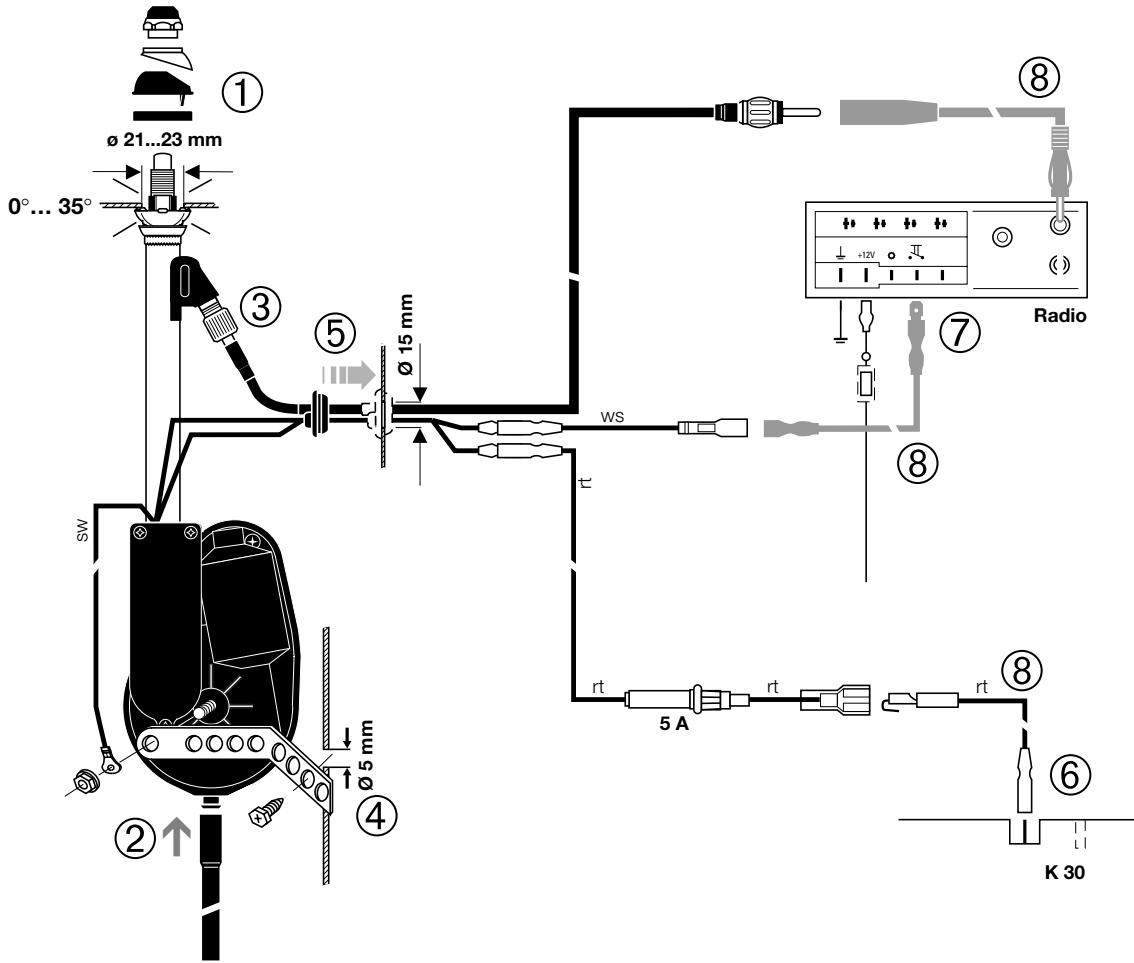

Fig.3
Für den Heckeinbau steht der Verlängerungskabelsatz HIT AUKAB 420 (Best.-Nr. 820 640-001) zur Verfügung (Fig. 3, ⑧).
Von der Antenne die oberen Antennenkopf-teile abnehmen (Fig. 3, ①). Den Kunststoffschlauch am Antriebsgehäuse aufstecken (Fig. 3, ②).
Das Antennenkabel am Antennenstutzen handfest nachziehen (Fig. 3, ③).
Die Antenne von unten in die Karosserie einsetzen. Die Wippe in der Schale auf dem Distanzring so drehen, daß sie rund um die Bohrung anliegt (Fig. 3, ①).
Die Halbkugel mit der Dichtunterlage von oben durch die Bohrung einführen und in die auf der Unterseite anliegende Wippe einfügen (Fig. 3, ①).
Die Halbschale und die Mutter aufsetzen. Die Mutter leicht anziehen (Fig. 3, ①).
Den Haltebügel entsprechend biegen, am Antriebsgehäuse festschrauben und mit der Blechschraube an der inneren Karosserie bzw. einer Verstrebung befestigen (Fig. 3, ④ und Fig. 5).
Karosseriedurchführung für Kabeltülle bohren (\varnothing 15 mm) und zur Abdichtung die Kabeltülle einsetzen (Fig. 3, ⑤).
► **Schwarze Leitung** (sw) an Minuspol (Fahrzeugmasse) anschließen, z.B. unter Schraube am Halter (Fig. 3, ④ und Fig. 5).
► **Weißer Steuerleitung** (ws) und das Antennenkabel zum Autoradio-Einbauort verlegen und einstecken. Sofern am Autoradio ein entsprechender Anschlußkontakt für Automatic-Antennen vorhanden, die beiliegende Flachsteckhülse 2,8-1 aufquetschen (Fig. 3, ⑦).
Voor inbouw achter is de verlengkabelset HIT AUKAB 420 (best.nr. 820 640-001) verkrijgbaar (fig. 3, ⑧).
De bovenste antennekopdelen van de antenne afhalen (fig. 3, ①). De plastic slang op het aandrijfhuis steken (fig. 3, ②).
De antennekabel op het antenneaansluitstuk met de hand aantrekken. (fig. 3, ③).
De antenne van onderen af in de carrosserie plaatsen. De kanteltoets in de schaal zo op de afstandsring draaien dat hij rondom de boring ligt. (fig. 3, ①).
De halve bol met het afdichtingsdeel van boven door het gat in de aan de onderzijde liggende kanteltoets plaatsen (fig. 3, ①).
De halve bol en de moer er opzetten. De moer licht aandraaien (fig. 3, ①).
De bevestigingsbeugel voldoende buigen, op het aandrijfhuis vastschroeven en met de plaatschroef aan de binnenkant van de carrosserie c.q. aan een stut vastmaken. (fig. 3, ④ en fig. 5).
Carrosseriedoorvoer voor kabelmondstuk boren (Ø 15 mm) en als afdichting het kabelmondstuk er zetten. (fig. 3, ⑤).
► De **zwarte** draad (sw) aan de minpool (voertuigmassa) aansluiten, bijv. onder de schroef op de houder (fig. 3, ④ en fig. 5).
Voor zover aan de autoradio een aansluitingscontact voor automatische antennes aanwezig is, de bijgevoegde platte steekhuls 2,8-1 er aan vastmaken (fig. 3, ⑦).